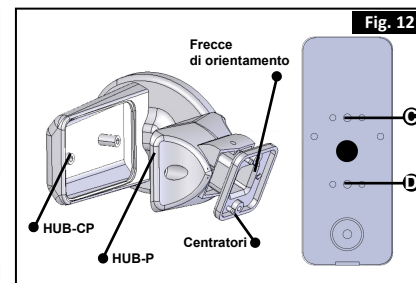

Fig. 12
4. Lo snodo HUB-P permette di orientare il rivelatore di +/-45° sul piano verticale, e di orientare il piano orizzontale di +30° (Fig. 12). Per applicare lo snodo:
- Forare i fori C e D presenti sul fondo (Fig. 12).